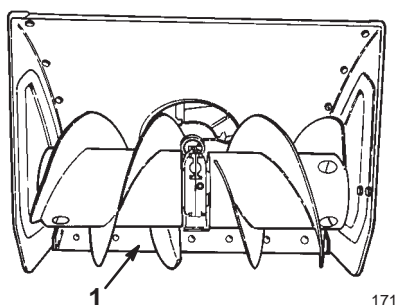

Figure 16
2. Placez la déneigeuse sur une surface plane et horizontale et vérifiez si la lame racleuse (Fig. 16) est bien parallèle au sol. Si ce n'est pas le cas, ajustez la position de la lame racleuse, comme expliqué à la rubrique Réglage des patins et de la lame racleuse, page 22.